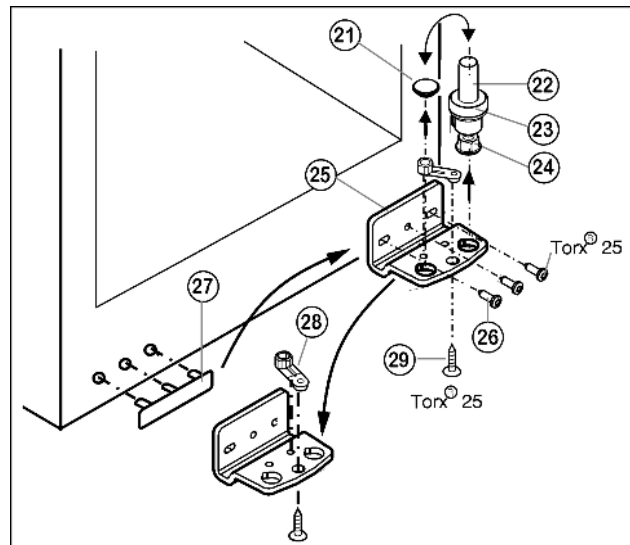

Fig. 6
- ▶ Lejebolten Fig. 6 (22) trækkes ud opadtil komplet med plade Fig. 6 (23) og skruefod Fig. 6 (24).
- ▶ Løft Fig. 6 (21) proppen.
- ▶ Lejekonsollen Fig. 6 (25) skrues af Fig. 6 (26).
- ▶ Lejedelen Fig. 6 (28) skrues af Fig. 6 (29) og sættes i det overfor liggende hul i lejekonsollen, skru så fast igen.
- ▶ Løft afdækningen på håndtagssiden Fig. 6 (27) forsigtigt af og flyt den til den modsatte side.
- ▶ Lejekonsollen Fig. 6 (25) skrues fast igen på den nye hængselside om nødvendigt ved hjælp af en akkuskrue-trækker (med 4 Nm).
- ▶ Sæt igen proppen Fig. 6 (21) i det andet hul.
- ▶ Lejebolten Fig. 6 (22) sættes ind igen komplet med plade og skruefod. Vær herved opmærksom på, at tappen peger bagud.
- ▶ Vip proppen (33) ud af dørlejbøsningen og flyt den.
- ▶ Dørhåndtag (32), propper (33) og trykplader* (34) afmonteres og sættes på den modsatte side.
- ▶ Sæt døren oppefra på lejebolten fornedden Fig. 6 (22).
- ▶ Sæt øverste lejekonsol (12) i døren på den nye hængsel-side.
- ▶ Den øverste lejekonsol skrues (12) fast (med 4 Nm) (2 gange Torx® 25) (13). Stik eventuelt skruehullerne i forvejen eller brug en akkuskrueetrækker.
- ▶ Sæt afdækning (10) og afdækning (11) i på den modsatte side, så de går i hak.
- ▶ Justér døren, eventuelt vha. de to langhuller i lejebukken fornedden Fig. 6 (25), så den flugter i forhold til apparatkabinettet. Drej til dette formål den midterste skrue ud.